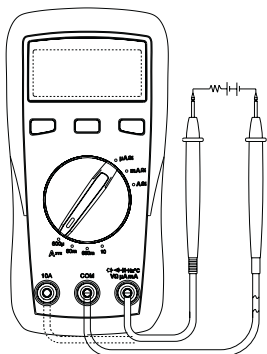

Abb. 3
2. Stecken Sie den Stecker der roten Messleitung je nach Bereichswahl in die Messbuchse mA/ μA oder A und den der schwarzen Messleitung in die Messbuchse COM. Orientieren Sie sich an der Abb. 3